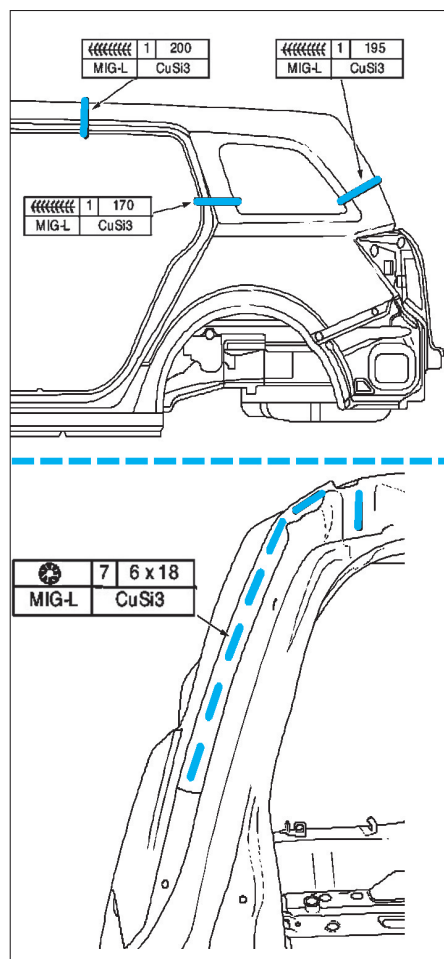

FIG. 151
- Effectuer les cordons de soudure sur le panneau latéral supérieur (fig. 151).